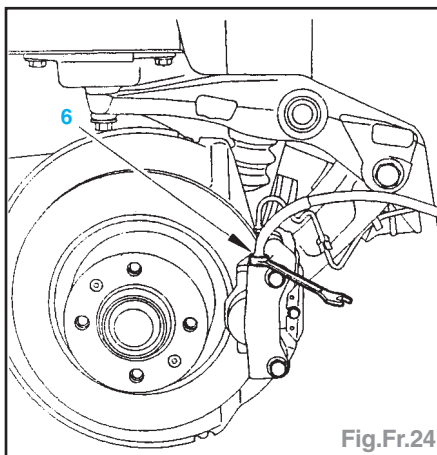

Fig.Fr.24
- Etrier de frein arrière : vis de purge (6) (Fig.Fr.24).